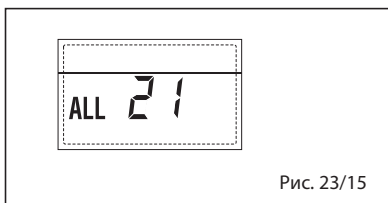

Рис. 23/15
– СРАБАТЫВАНИЕ ПРЕДОХРАНИТЕЛЬНОГО ТЕРМОСТАТА ПЕРВОЙ СМЕШАННОЙ ЗОНЫ “ТРЕВ 22” (рис. 23/16)